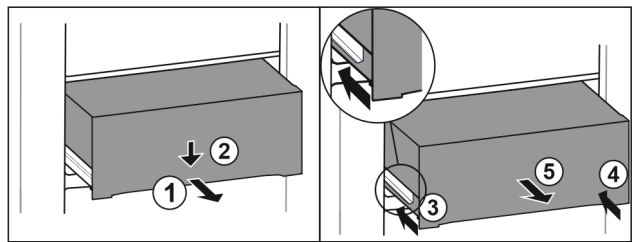

Fig. 143
- ▶ Вытяните выдвижной ящик наполовину. Fig. 143 (1)
- ▶ Вдавите выдвижной ящик в передней части вниз. Fig. 143 (2)
- ▶ Задвиньте левую направляющую прим. на 2 см. Fig. 143 (3)
- ▶ Задвиньте правую направляющую прим. на 2 см. Fig. 143 (4)
- ▶ Извлеките выдвижной ящик движением вперед. Fig. 143 (5)